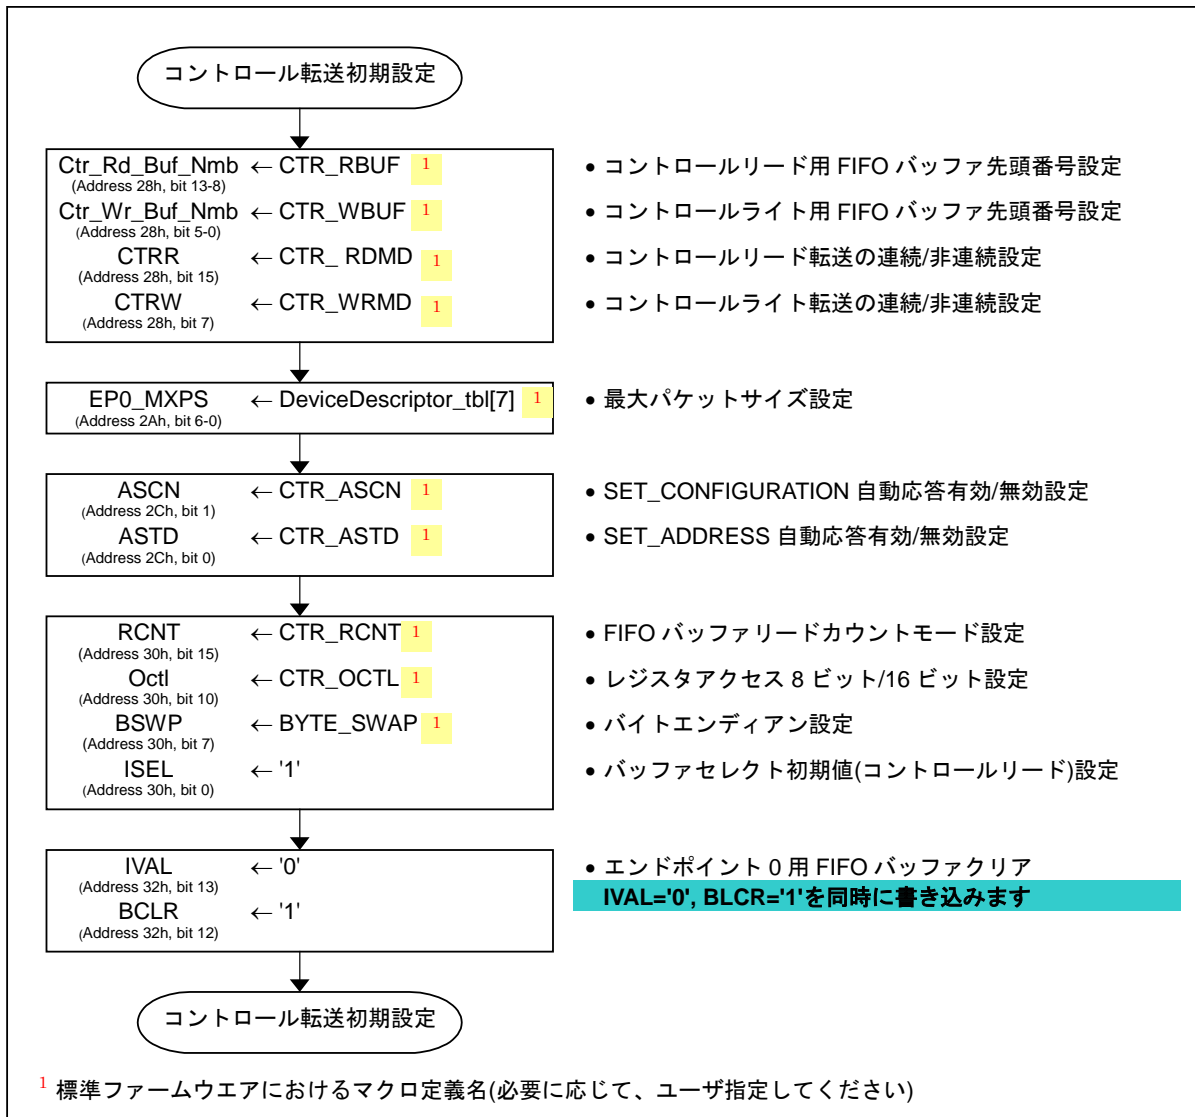

図 3-3 エンドポイント 0 初期設定手順例
M66291 の初期設定後に、コントロール転送を行える状態にするため、エンドポイント 0 初期設定を行ってください。エンドポイント 0 初期設定手順例を図 3-3に示します。図 3-3に関する補足事項は以下のとおりです。
- (3) 旧タイプのホストコントローラ、及び、旧タイプのホスト OS に対応するため、最大パケットサイズは”8 バイト”を推奨しています。
- (4) 自動応答が有効な状態遷移は 4 コントロール転送を参照ください。
- (5) FIFO バッファクリアは $IVAL^1 = '0'$ 、 $BLCR^1 = '1'$ を同時に書き込んでください。
- (6) 図 3-3のエンドポイント 0 の各設定はマクロ定義されている場合の例を示しています。